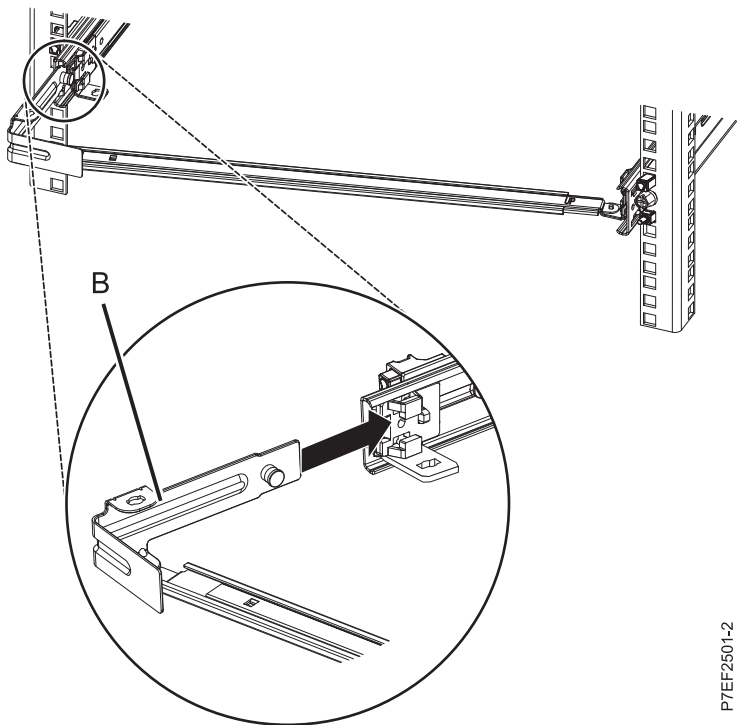

図 12. ピンを延長してブラケットをスライド・レールに取り付ける
4. ケーブル・マネジメント停止ブラケット **(B)** を右側スライドの内側のスロットに取り付けます。停止ブラケット **(B)** をスライド・レールに滑り込ませ、バネ式のピンが所定の位置に収まるまでスライドさせます。詳しくは、図 12を参照してください。